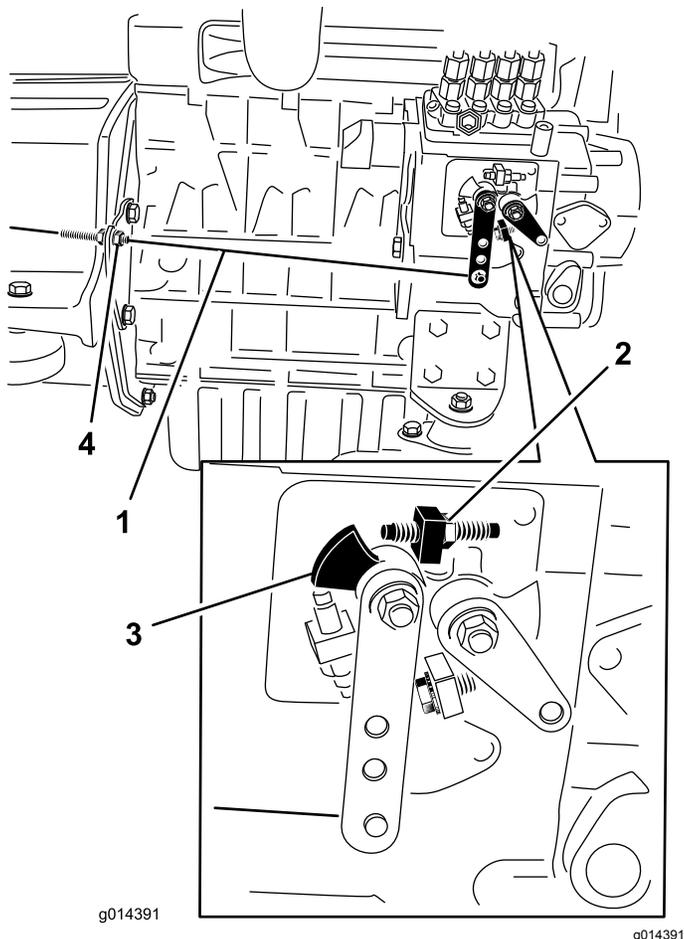

Рисунок 35
2. Проверьте положение рычага переключения скоростного диапазона на топливном насосе. Когда рычаг дроссельной заслонки находится в положении «Быстро» (фиксированном), рычаг переключения скоростного диапазона должен касаться винта высоких оборотов (Рисунок 35).
3. При необходимости положение контргайки тросика дроссельной заслонки можно отрегулировать так, чтобы рычаг переключения скоростного диапазона касался винта высоких оборотов, когда рычаг дроссельной заслонки находится в положении «Быстро» (фиксированном) (Рисунок 35). **Не регулируйте винт высоких оборотов на рычаге управления скоростью.**